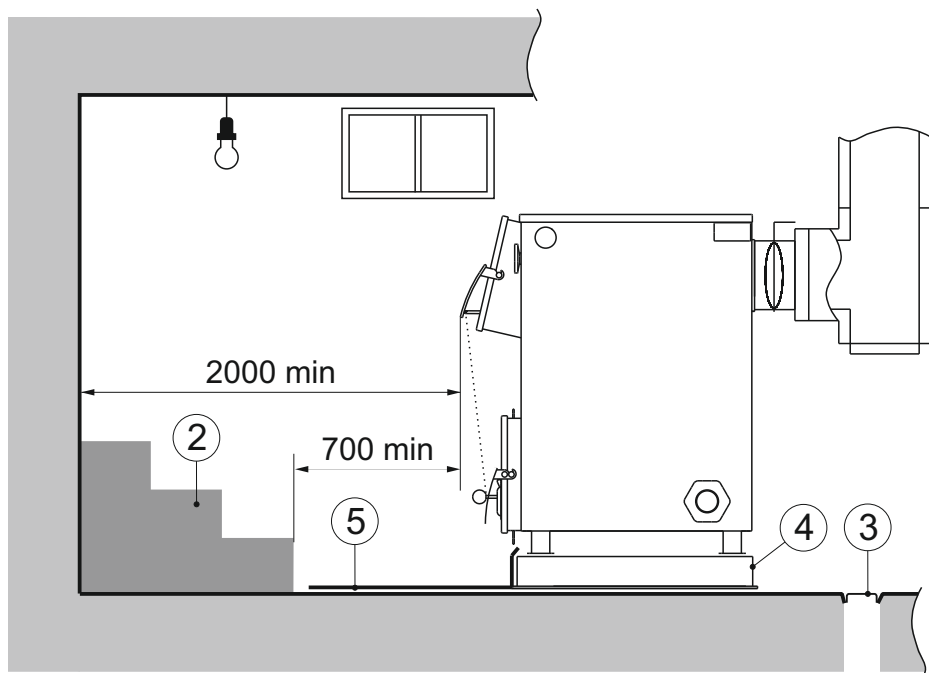

Рис. 4. Схема расположения котла в помещении (размеры в мм)
Расстояние от фронта котла или выступающих частей топки до противоположной стены котельной должно составлять не менее 2 м (см. рис.4) Перед котлом разрешается устанавливать насосы или хранить запасы твердого топлива (1) не более, чем для одной смены работы котла. При этом ширина свободных проходов вдоль фронта котла должна быть не менее 1,5 м, а установленное оборудование и топливо не должны мешать обслуживанию котла.